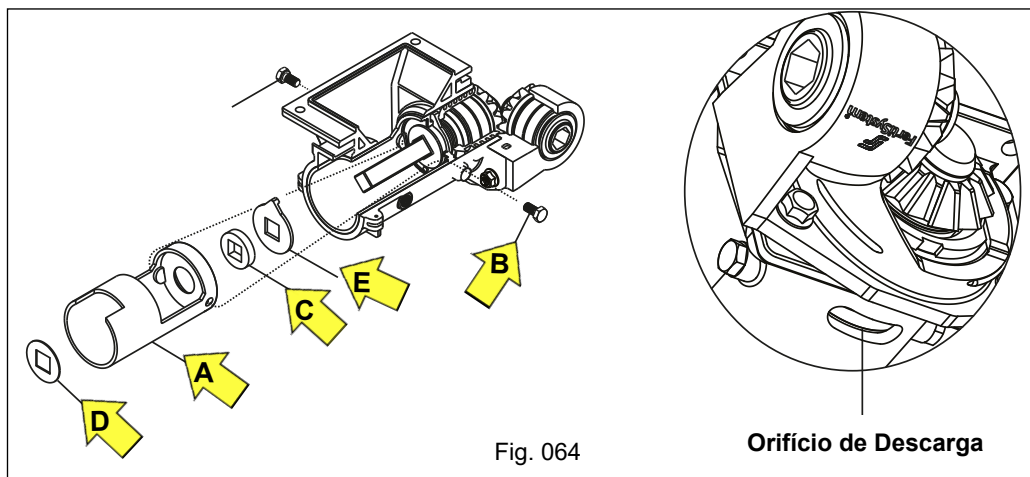

Fig. 064
d) Efetue a análise de desgaste no revestimento “A”, substitua-o se apresentar desgaste excessivo, afrouxando e retirando o parafuso “B”. Verifique se há desgaste no feltro “C”, arruelas “D” e arruela de limpeza “E”. O desgaste excessivo é verificado quando ocorrer a saída do adubo em grande quantidade pelo orifício de descarga autolimpante, localizado na face inferior do corpo do distribuidor (Fig. 064).